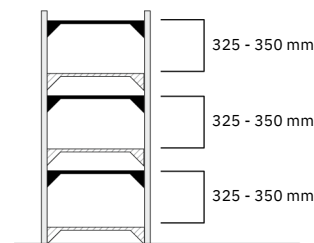

Abb. 16
- Anschließend die Schrägböden in die Traversen einlegen (Abb. 16).
- Ensuite installer la tablette inclinée dans les traverses (fig. 16).
- Aansluitend de schuine legborden in de dwarsbalken plaatsen (afb. 16).
- Then insert the inclined bases into the cross-arms (Fig. 16).